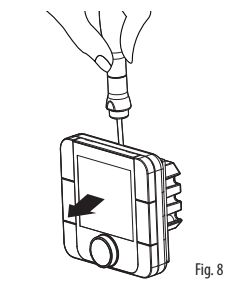

Fig. 8
- Staccare la parte anteriore dal retro del dispositivo con un cacciavite (Fig. 8);
- Separate the front from the rear of the terminal using a screwdriver (Fig. 8);